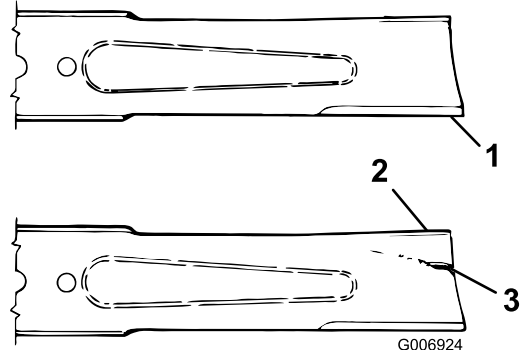

Figure 15
2. Examinez attentivement les tranchants de la lame, particulièrement au point de rencontre des parties plane et relevée (Figure 15). Le sable et les matières abrasives peuvent éroder le métal à cet endroit, c'est pourquoi il est important de contrôler l'état de la lame avant d'utiliser la machine. Remplacez la lame si elle est usée (Figure 15) (voir Retrait de la lame).
**Si la lame est trop usée, une entaille se forme entre la partie relevée et la partie plane (Figure 15). La lame peut alors se briser et un morceau être projeté du dessous de la machine, vous blessant gravement ou une personne à proximité.**